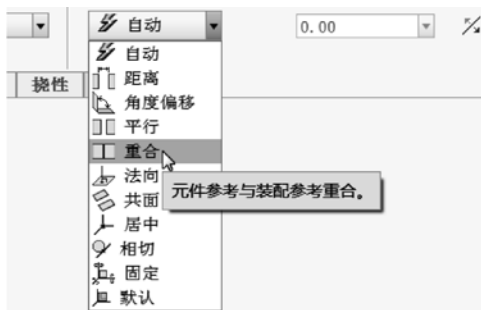

图 11-10 选择约束类型
① 在功能区的“模型”选项卡的“元件”面板中单击“组装”按钮,选择“tsm_lamp_2.prt”文件来打开。
② 在功能区中出现“元件放置”选项卡,从“约束类型”下拉列表框中选择“重合”选项,如图 11-10 所示。